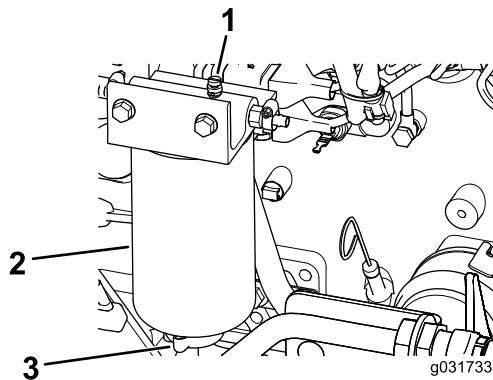

Bild 88
2. Lösen Sie das Ablassventil an der Unterseite des Filters (Bild 88).
2. Lösen Sie die Entlüftungsschraube und das Ablassventil, um etwas Kraftstoff abzulassen (Bild 88).